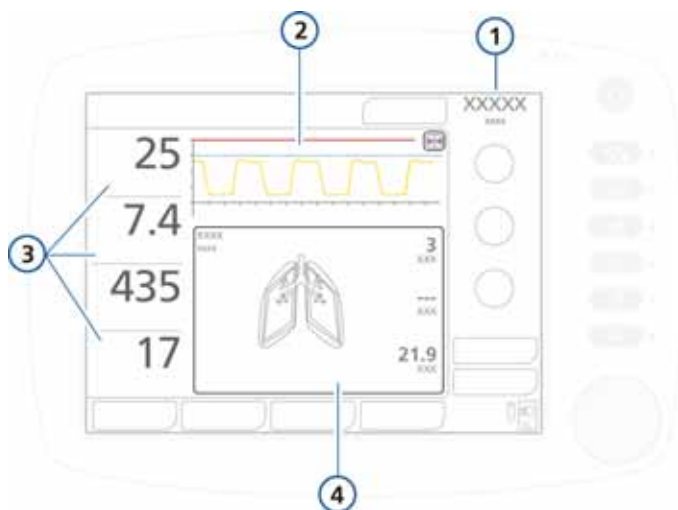

Figura 6-1. Visualizzazione principale
Durante la ventilazione, è possibile visualizzare i dati del paziente sullo schermo del ventilatore HAMILTON-C2 (Figura 6-1). È possibile configurare il layout dello schermo con curve, loop o trend oppure con elementi grafici dei pannelli intelligenti, in base alle esigenze della struttura sanitaria. È possibile accedere alla finestra Monitoraggio in qualunque momento senza interferire con la ventilazione.
- La curva pressione/tempo. Questo grafico è sempre visualizzato e non è configurabile. Vedere l'elemento 4 nella Figura 6-1.